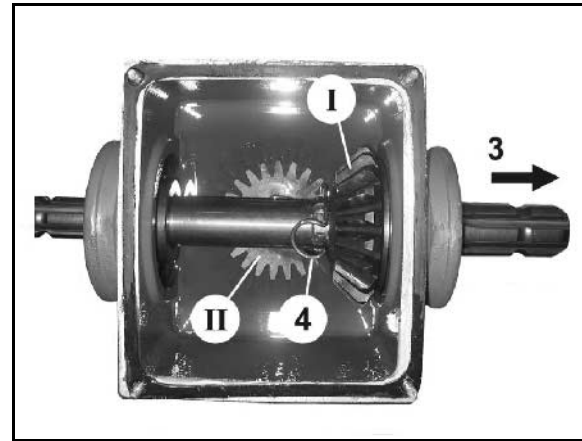

Fig. 55
6. Eksenel korumayı (Fig. 55/4) tahrik milinden çıkartınız.
8. Tahrik milini ok yönünde (Fig. 55/3) gövdeden çıkartınız.